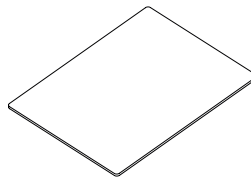

Abbildung 26
- Der Benutzer darf nicht in die Filament-Schutzglas eingreifen. Dieses Teil ist für den sicheren Betrieb des Produkts von entscheidender Bedeutung, und alle erforderlichen Arbeiten dürfen nur von einem autorisierten Kundendienst durchgeführt werden (Abbildung 26).